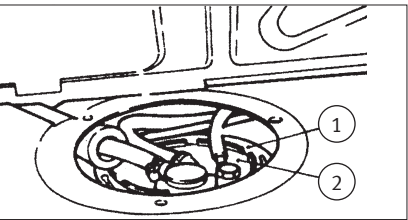

Abb. 3/ Fig. 3/ Puc. 3/图3
- Dégager l'accès de l'indicateur de niveau et de pompe d'alimentation au réservoir, Fig. 3.
- Respecter l'implantation de l'indicateur de niveau (2, Fig. 3). Le cas échéant le marquer.
- Débloquer la bague de fermeture (1, Fig.3) et extraire avec précaution l'indicateur (2).
- Подготовить бак для обеспечения доступа к указателю запаса топлива и топливному насосу, рис. 3.
- Учитывать положение при монтаже датчика (2, рис. 3) указателя запаса топлива, при необходимости обозначить его.
- Снять стопорное кольцо (1, рис. 3) и осторожно извлечь датчик (2).